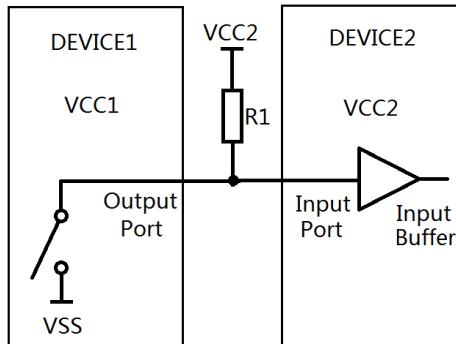

图 5.6 上拉电阻输出用于电平匹配
- 1) 上拉电阻输出可用于两种供电电压器件之间的电平匹配。如图 5.6 所示，器件 1 借